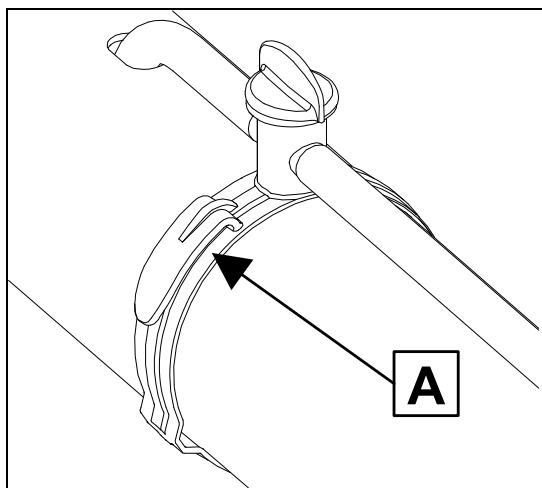

Рис.18. Защелка на трубе подачи воздуха
- Установите трубу подачи воздуха в вертикальное положение; пристегните ее к одной из лямок при помощи защелки (рис.18), расположенной вблизи крана-блокиратора рабочего раствора.
- Установите трубу подачи воздуха в вертикальное положение; пристегните ее к одной из лямок при помощи защелки (рис.18), расположенной вблизи крана-блокиратора рабочего раствора;